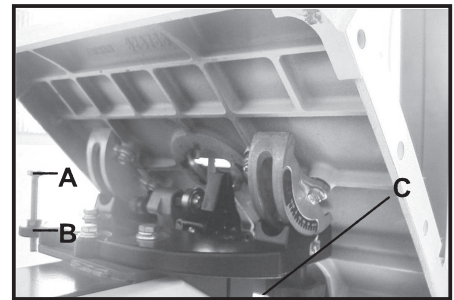

Fig. 5
3. Resserrez les 2 poignées (C, M10), voir Fig.5 ☐
Pour incliner la table à droite, la vis de butée (A Fig. 5, M8x80) doit être ☐